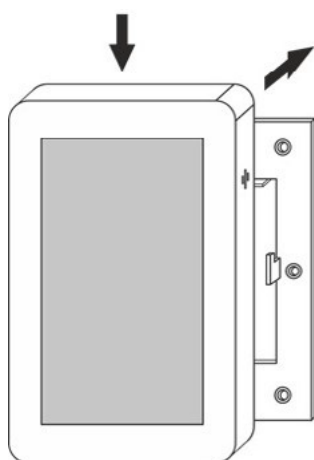

Рис.7
- Установить панель на монтажную рамку согласно рисунку (см. рис.7).
5. Установить панель на монтажную рамку согласно рисунку (см. рис.7).